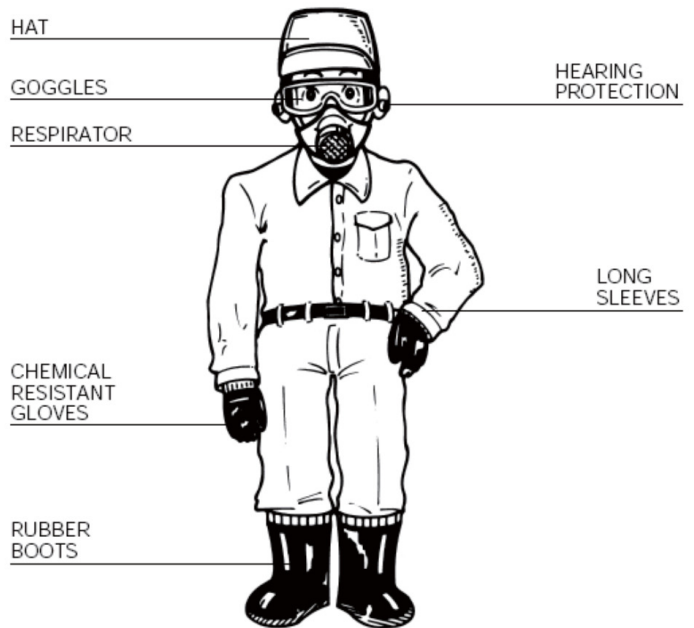

Рис.12
(1) Внимательно изучите настоящее руководство. Убедитесь, что вы понимаете принципы использования аппарата, прежде чем приступать к работе.
(2) Защитная одежда (рис. 12)